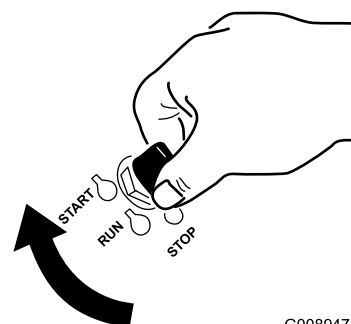

Figure 18
1. Tournez la clé de contact à la position de démarrage (Figure 18).